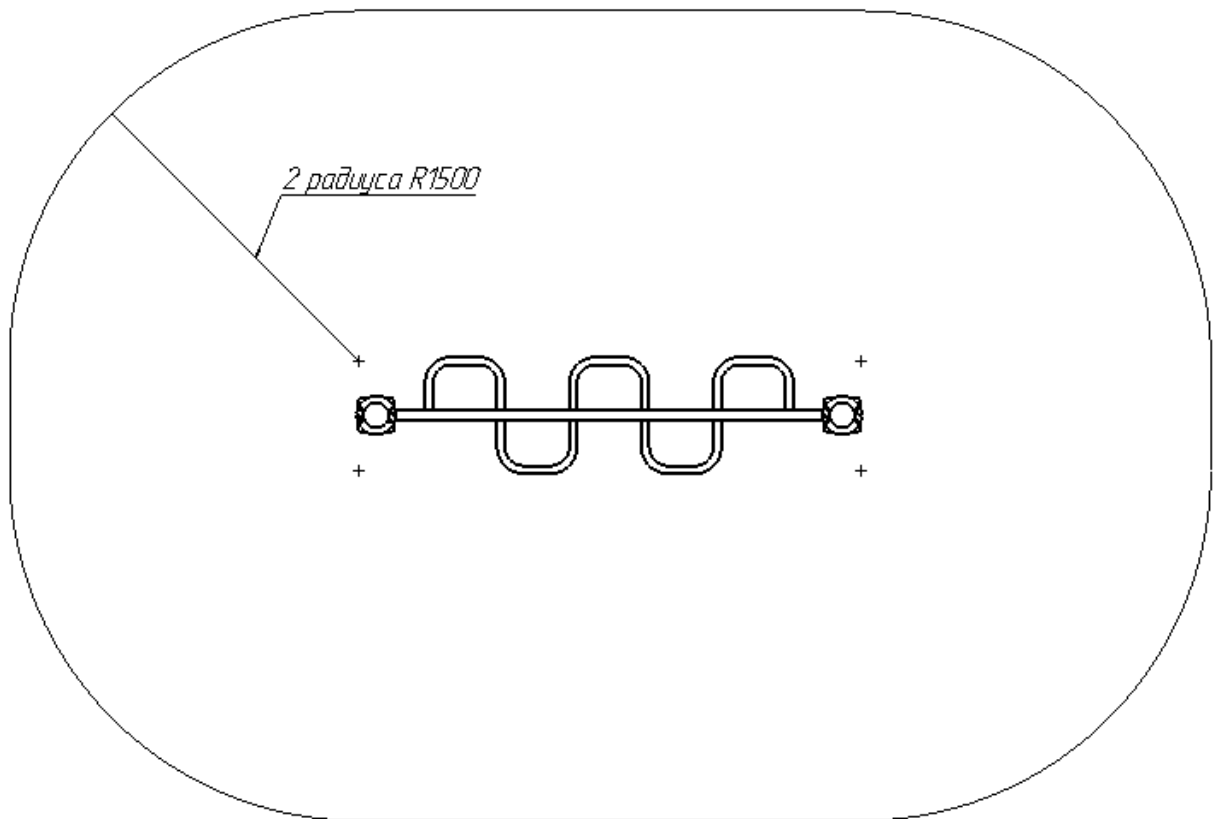
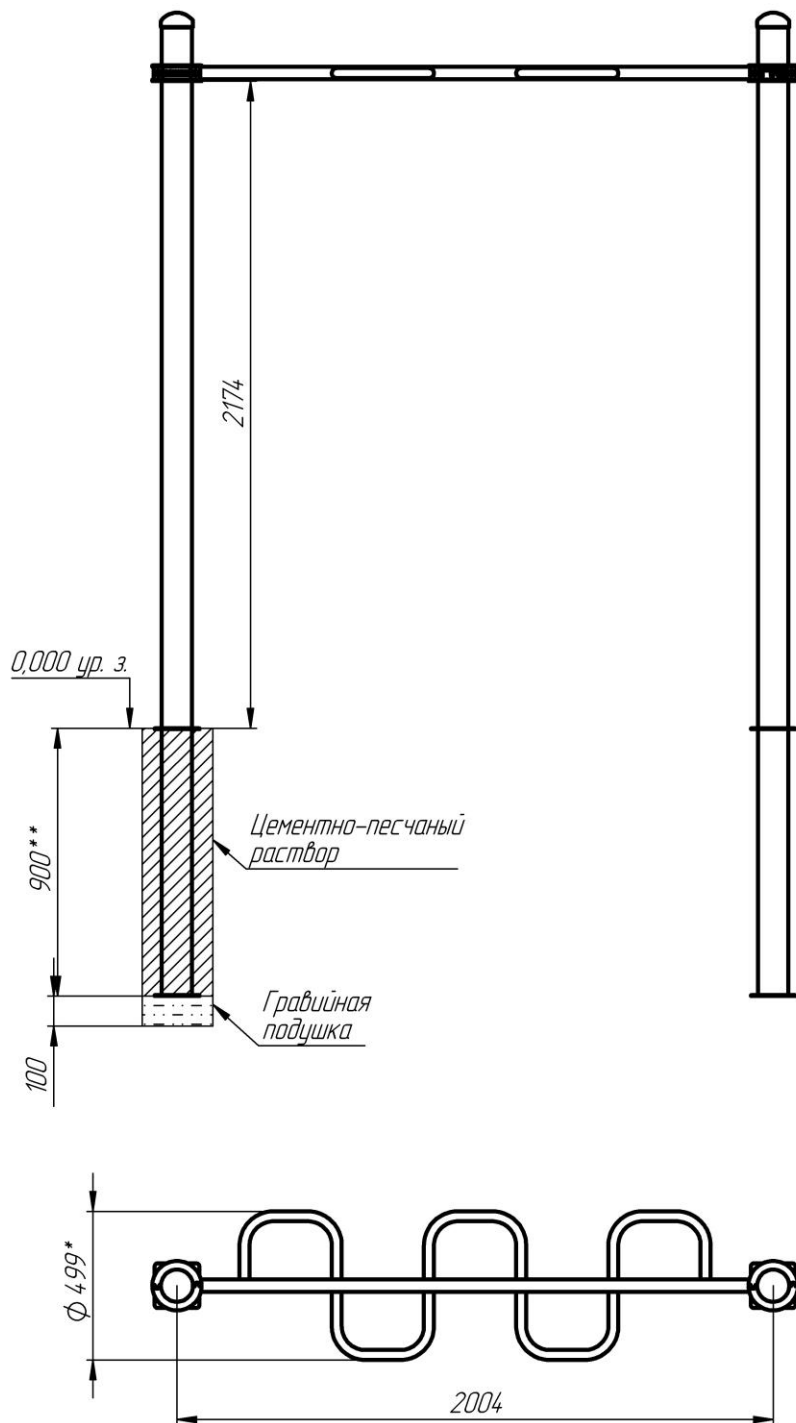

Рис.1
Рис. 4
Над зоной перемещения, представленной на рис.1., должно быть пространство на высоту 5,3 м свободное от строений, зеленых насаждений и элементов других конструкций.
- 8.1.2. Установка Изделия проводится на ровной площадке, свободной от насаждений. Размер площадки не меньше указанного на зоне безопасности (см. рис.1).
- 8.3.1. Устойчивость Изделия достигается при помощи бетонирования части конструкции (см. рис. 4). На месте установки комплекса подготавливаются углубления размером 220x220 мм, глубиной 1000 мм в количестве 2 штук. На дно углублений засыпается гравийная подушка высотой 100 мм и утрамбовывается. Далее устанавливаются столбы на глубину 900мм (согласно монтажной схеме рис.1). Далее столбы заливаются цементно-песчаным раствором (типа бетон), параллельно контролируя вертикальность состояния заливаемых элементов. После окончательного застывания цементно-песчаной основы, на столбы навешивается рукоход при помощи хомутов.